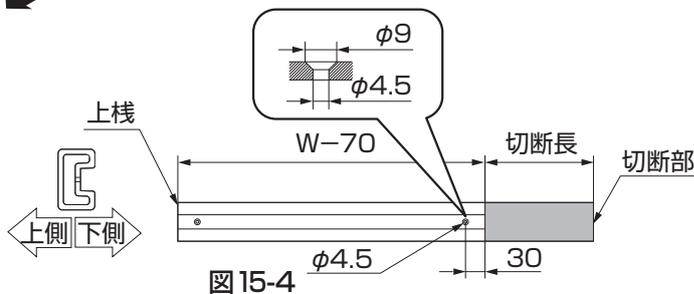

図 15-4
④上棧を切断した側から30mmのところ、 $\phi 4.5$ の下孔と $\phi 9$ サラ取り加工してください。(図15-4参照)